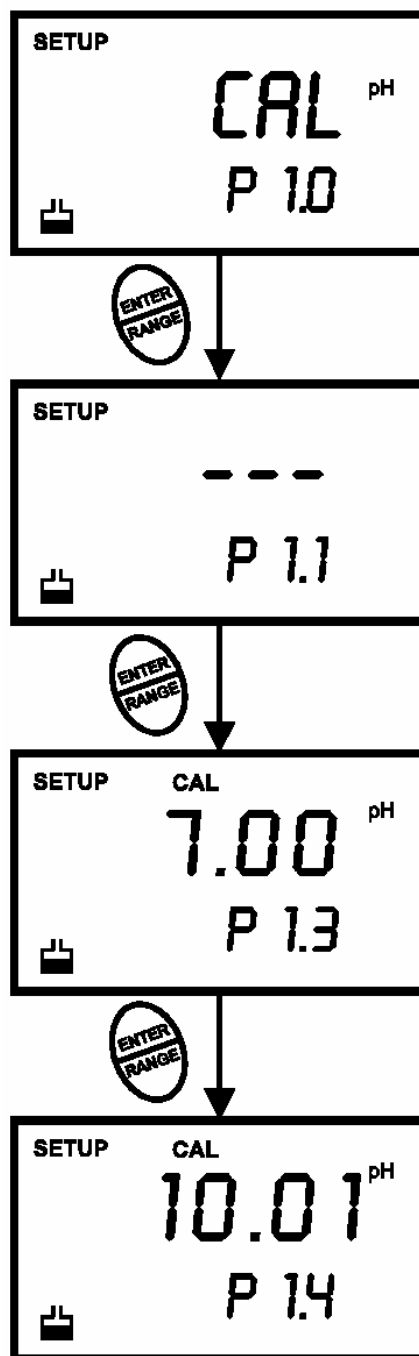

Figure 26 – P1.0 : Visualisation des données d'étalonnage du pH
4. Appuyer plusieurs fois sur la touche **ENTER** (entrée) pour visualiser les données d'étalonnage précédentes. Voir figure 26.